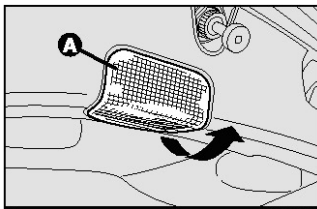

рис. 40
- Извлеките плафон **A** - **рис.40**, поддев его в точке, указанной стрелкой;